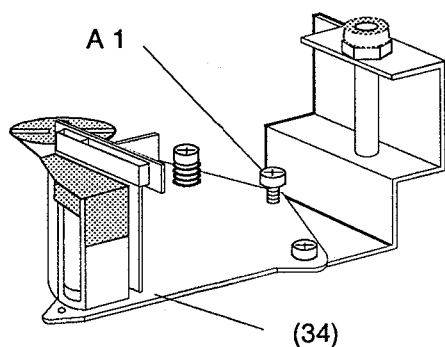

Fig. 41
- Neigung des A/C-Kopfes (34) mit Schraube "A1" (Fig. 41 / 42) so einstellen, daß das Band bei manueller Bandzugerhöhung leicht sichtbar, jedoch ohne zu bürdeln am unteren Führungsbund des Bandlaufbolzens P4 aufliegt.
- Adjust the tilt of the A/C head (34) with the screw "A1" (Fig. 41 / 42) so that the tape, whilst manually increasing the tape tension, just touches the lower collar of the Tape Guide Bolt P4 without crinkling.